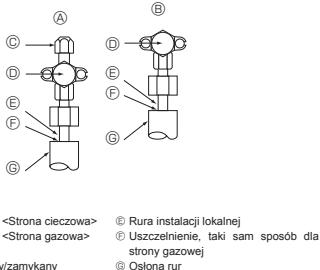

Fig. 5-4
5.4. Metoda testowania szczelności rur czynnika chłodniczego (Fig. 5-4)
- Upewnić się, że zawory odcinające (A) i (B) są zamknięte i nie otwierać ich.
- Zwiększyć ciśnienie w przewodach czynnika chłodniczego za pomocą portu serwisowego (C) zaworu odcinającego cieczy (A).
- Jeśli ciśnienie spadnie w kroku (2) lub (3), istnieje wyciek gazu. Odszukać źródło wycieku gazu.